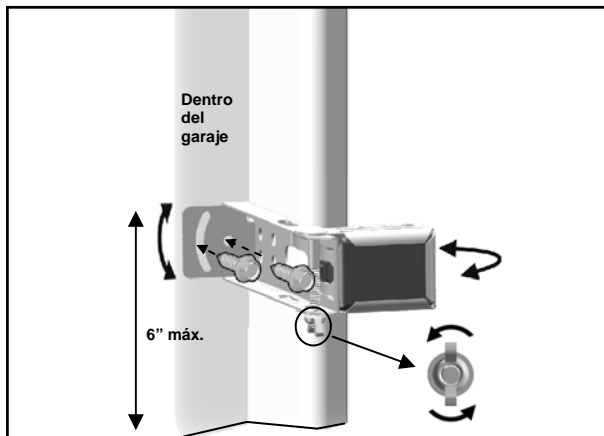

Fig. 1 (Montaje en la pared)
3. Si es necesario utilice la Posición Opcional de montaje en Pared (Fig.1) para ajustar de mejor manera la guía de la puerta y mejorar la elusión de obstáculos. Para ajustar la posición, afloje la tuerca mariposa, desmonte el Soporte y mueva el Sensor Óptico a la posición más baja de la base.